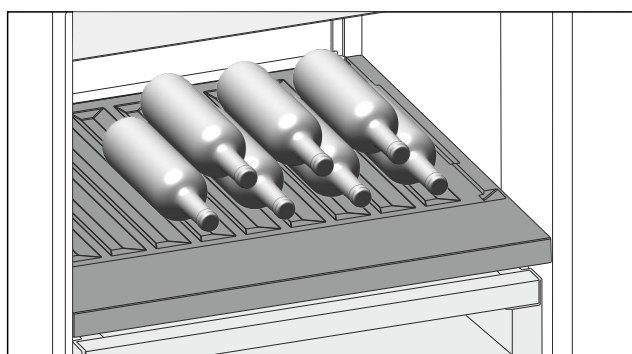

Fig. 204 Ilustratīvs attēlojums
- Ievietojiet pudeles ar dibieniem uz aizmuguri pret aizmugurējo sienu. (skat. Fig. 204)